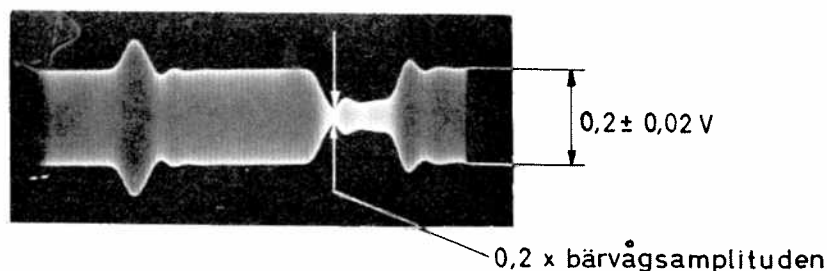

Bild 3
- 3.4.1.9 Kontrollera att bärvågens utseende överensstämmer med bild 3 och att dess amplitud är $0,2 \pm 0,02 V_{t-t}$ samt att resterande bärvågen vid videopulsmoduleringen är cirka 0,2 gånger bärvågsamplituden.